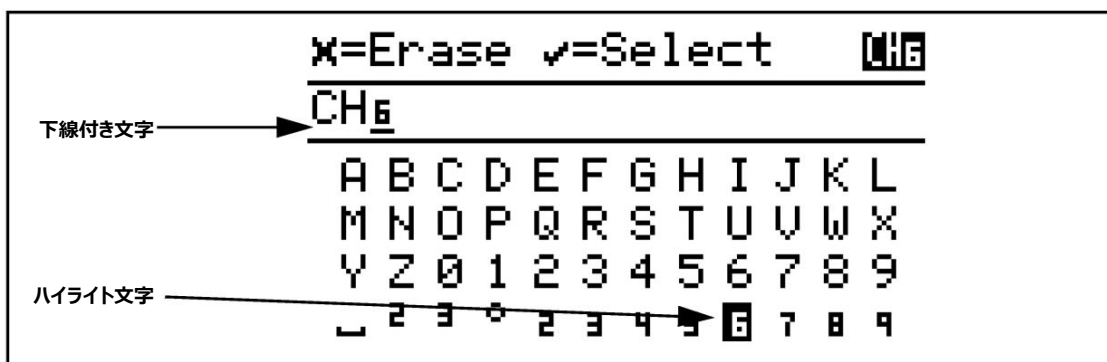

図 16 : キーボード上の文字がハイライトされた英数字メニュー
- 下**向きの矢印を押すと、ハイライト箇所が**キーボード**セクションに移動します（下の図 16 を参照）。